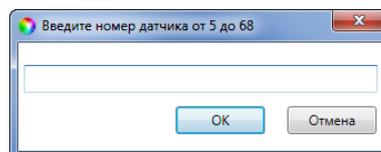

Рис. 5.21. Ввод номера радиоустройства
2. В открывшемся окне укажите номер радиоустройства из числа еще не занятых в нумерации шлейфов и радиоустройств (в указанном диапазоне) и нажмите кнопку *OK* (Рис. 5.21).